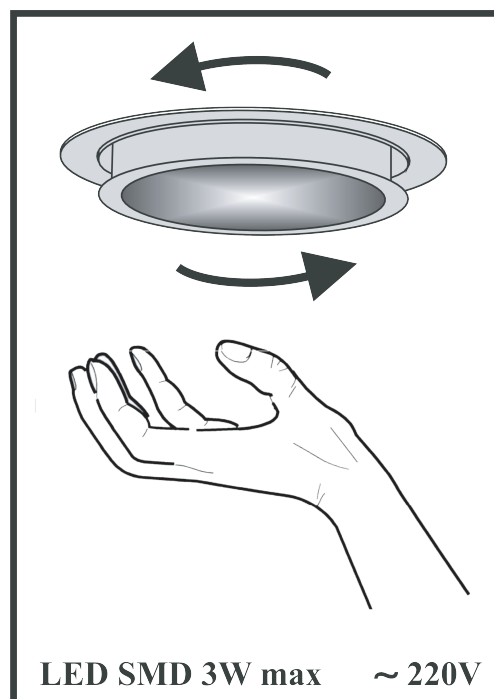

Рис.8
8.9 На витяжці встановленні **LED SMD** лампи підсвітки робочої зони плити. Перед початком заміни ламп освітлення необхідно відключити витяжку від електромережі, дати можливість охолонути лампам Для заміни лампи необхідно зняти фільтри, віджати тримач патрона на себе, щоб лампа вийшла з корпусу витяжки, утримуючи тримач патрона, злегка надавити на лампу в напрямку патрона і, повернувши її проти годинникової стрілки, вийняти (**рис.8**). Замість неї необхідно встановити нову з тими ж характеристиками і встановити фільтри.